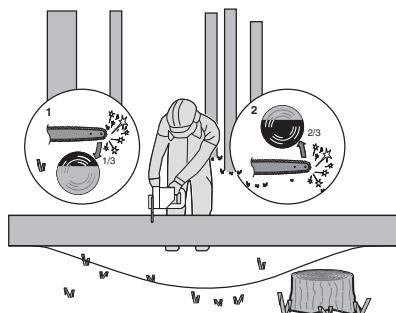

Bild 5
När stocken stöttas i båda ändarna, så som visas på bild 5, såga 1/3 diameter från ovansidan (kapning från ovansidan) (1). Gör sen den avslutande kapningen genom kapning från undersidan, från de 2/3 (2), för att möta den första sågningen.